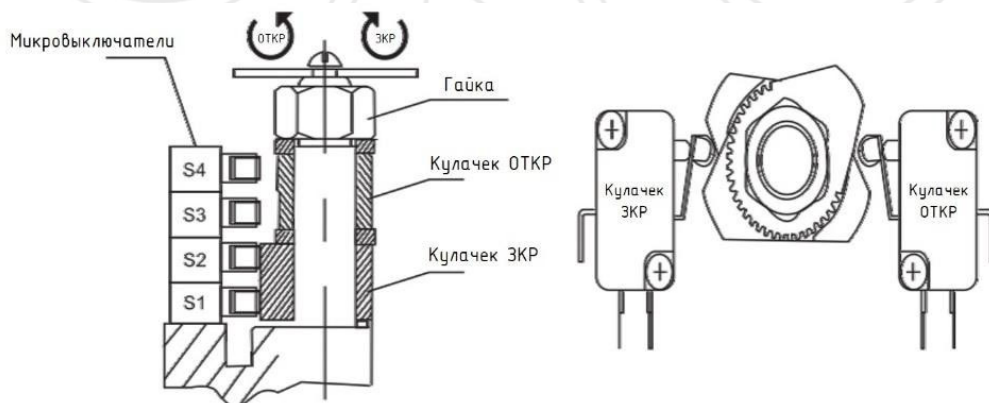

Рис.4
- 6.1. Настройка концевых выключателей (рис. 4)